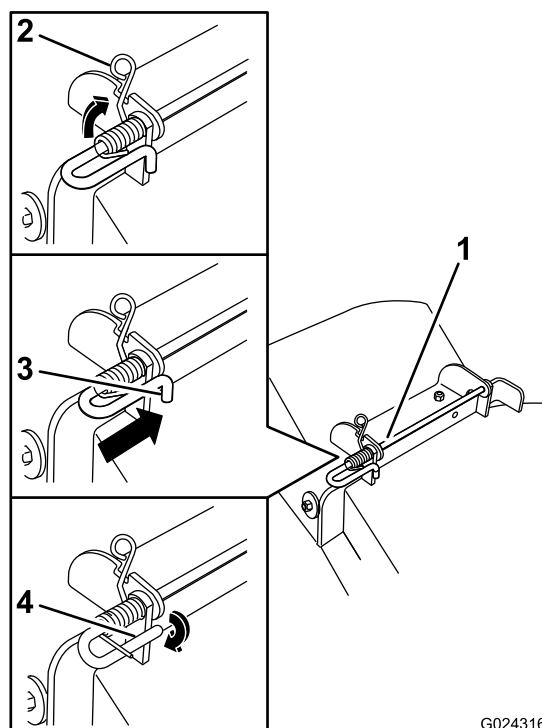

Figura 78
- Levante el extremo del muelle que tiene bucle y colóquelo en la muesca del soporte del deflector (Figura 78).
- Fije el conjunto de varilla y muelle torciéndolo de manera que el extremo corto de la varilla pueda colocarse detrás del soporte delantero que está soldado a la carcasa (Figura 78).